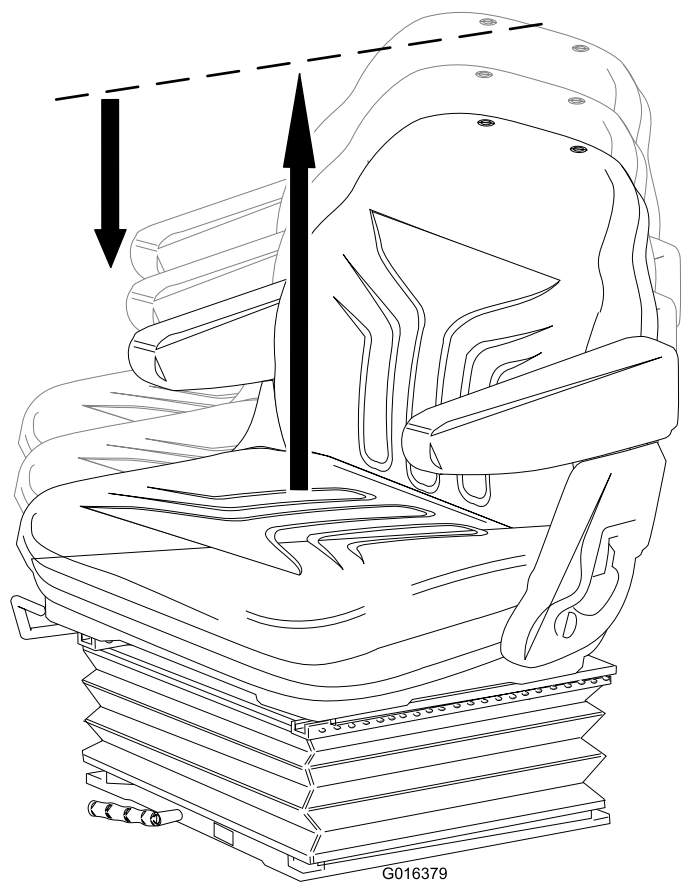

Bild 14
- **Höheneinstellung:** Heben Sie den Sitz manuell an, um die Höhe schrittweise einzustellen. Wenn Sie die Sitzhöhe verringern möchten, heben Sie den Sitz über die höchste Einstellung an und lassen ihn dann auf die niedrigste Stellung ab (Bild 14).